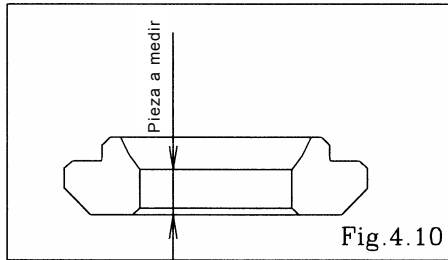

Fig.4.10
- Asiento de la válvula [Fig. 4.10]